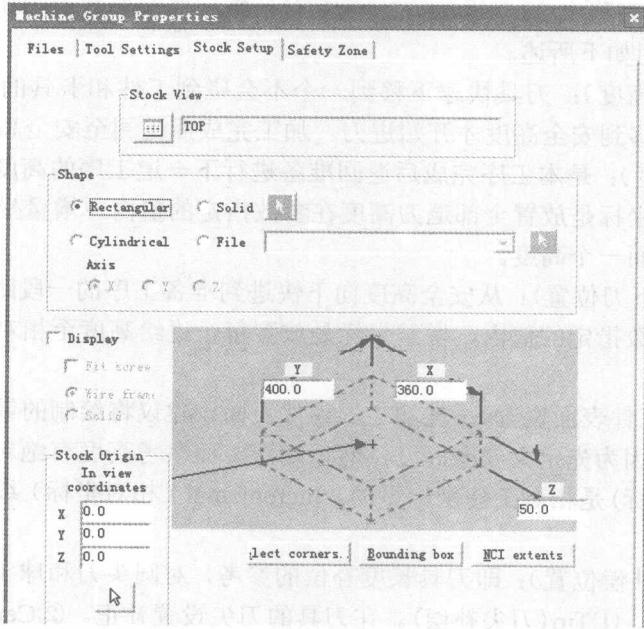

图 1-7 加工组属性对话框
- (1) 在操作管理器中的 山 Properties - Generic Mill 属性下单击 ◆ Stock setup 图标，弹出 Machine group properties 对话框，如图 1-7 所示。
- (2) 根据图形的尺寸和坐标原点的尺寸，选择合适的数值，单击 ✓ 按钮。